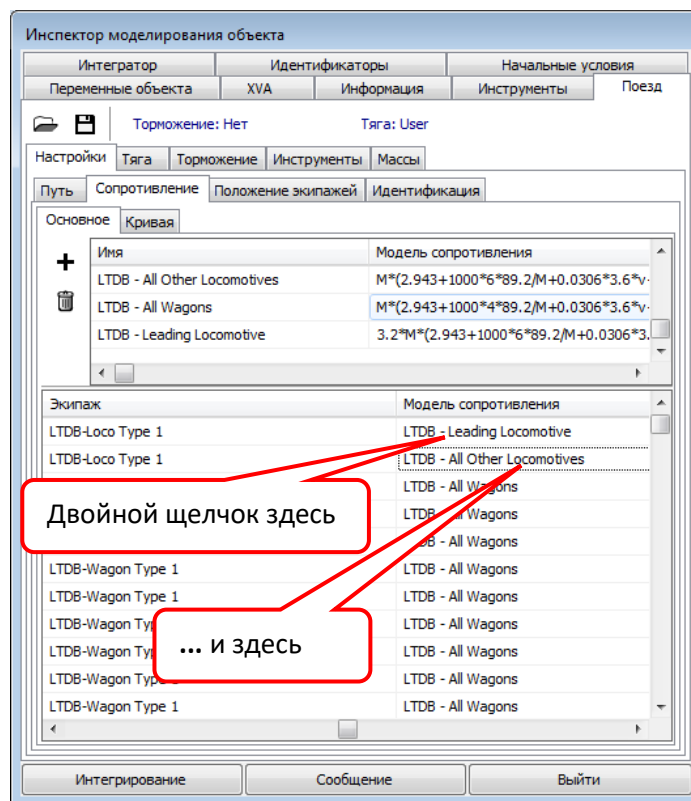

Рис. 2.20 Модели сопротивления для первых двух локомотивов
**Модель сопротивления**, рис. 2.20. Первому локомотиву назначим **LTDB-Leading Locomotive**, а второму – **LTDB-All Other Locomotives**.